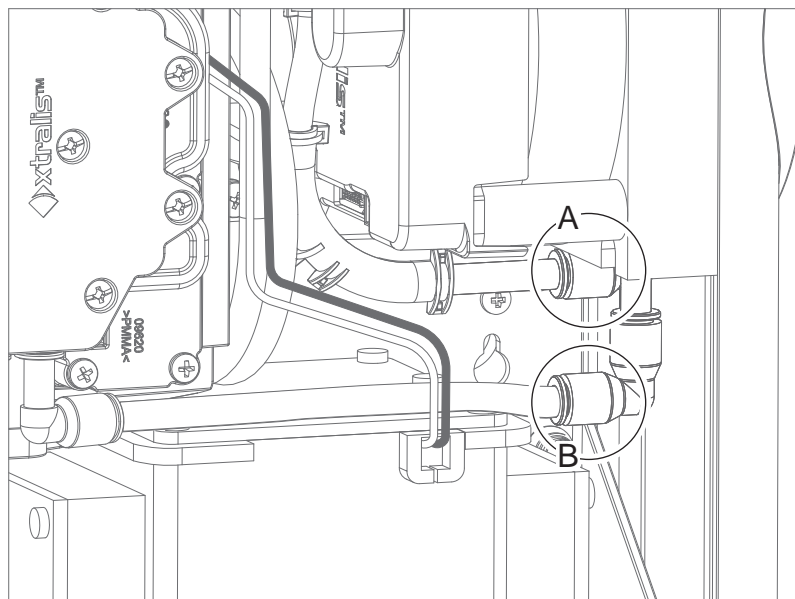
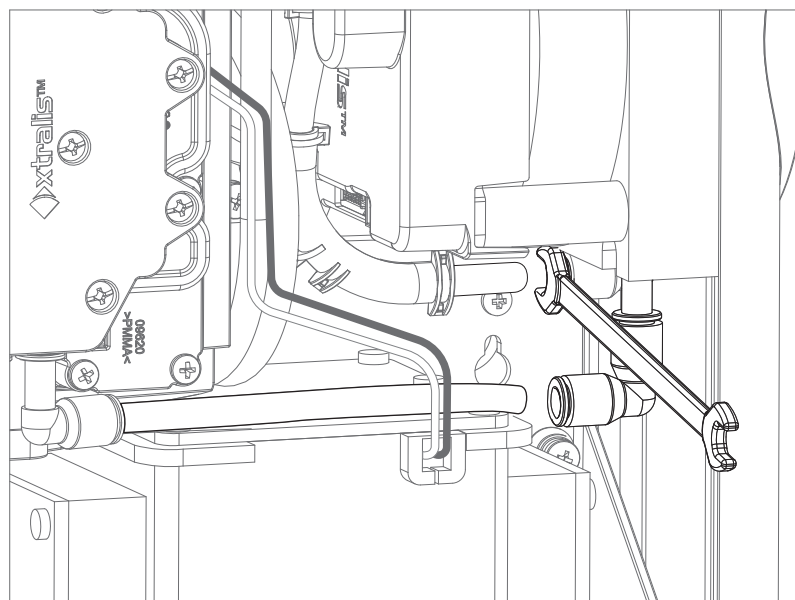

Рис. 7-17: Отсоединение трубок
Рис. 7-18: Отсоединение трубки
4. Отсоедините две трубки (А и В) (Рис. 7-17). С помощью гаечного ключа нажмите черную кнопку разблокировки на разъеме трубки, как показано на рисунке, одновременно потянув трубку (Рис. 7-18).